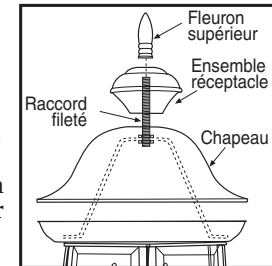

Figure 3
- Si le chapeau est à montage à manille, dévisser le fleuron supérieur pour enlever l'ensemble réceptacle et le fleuron supérieur (voir la figure 3).